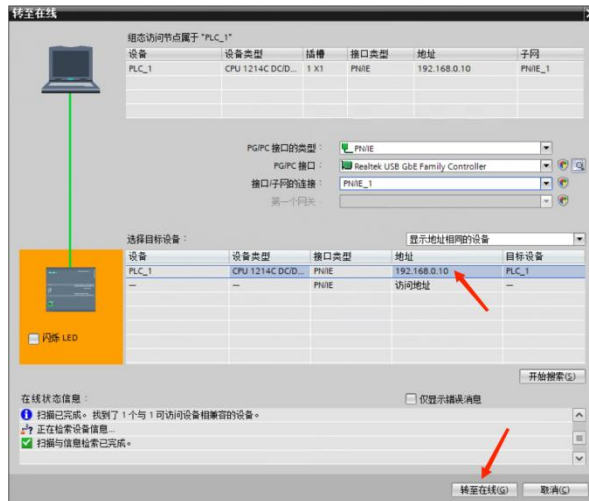

Fig 77. PLC Profinet-PLC 转至在线
9. 点击在线，选择 PLC 设备（如 PLC_1），点击“转至在线”，如 Fig 77 所示。